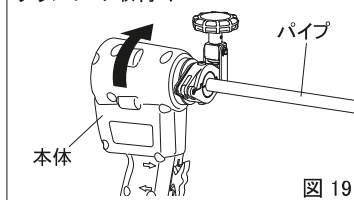

図 19
- \* 本体の切り欠き位置(差込口)にクランプの突起部を合わせてセットし本体を図19の矢印の方向に「カチッ」とはめ込んでください。ノッチで固定されます。